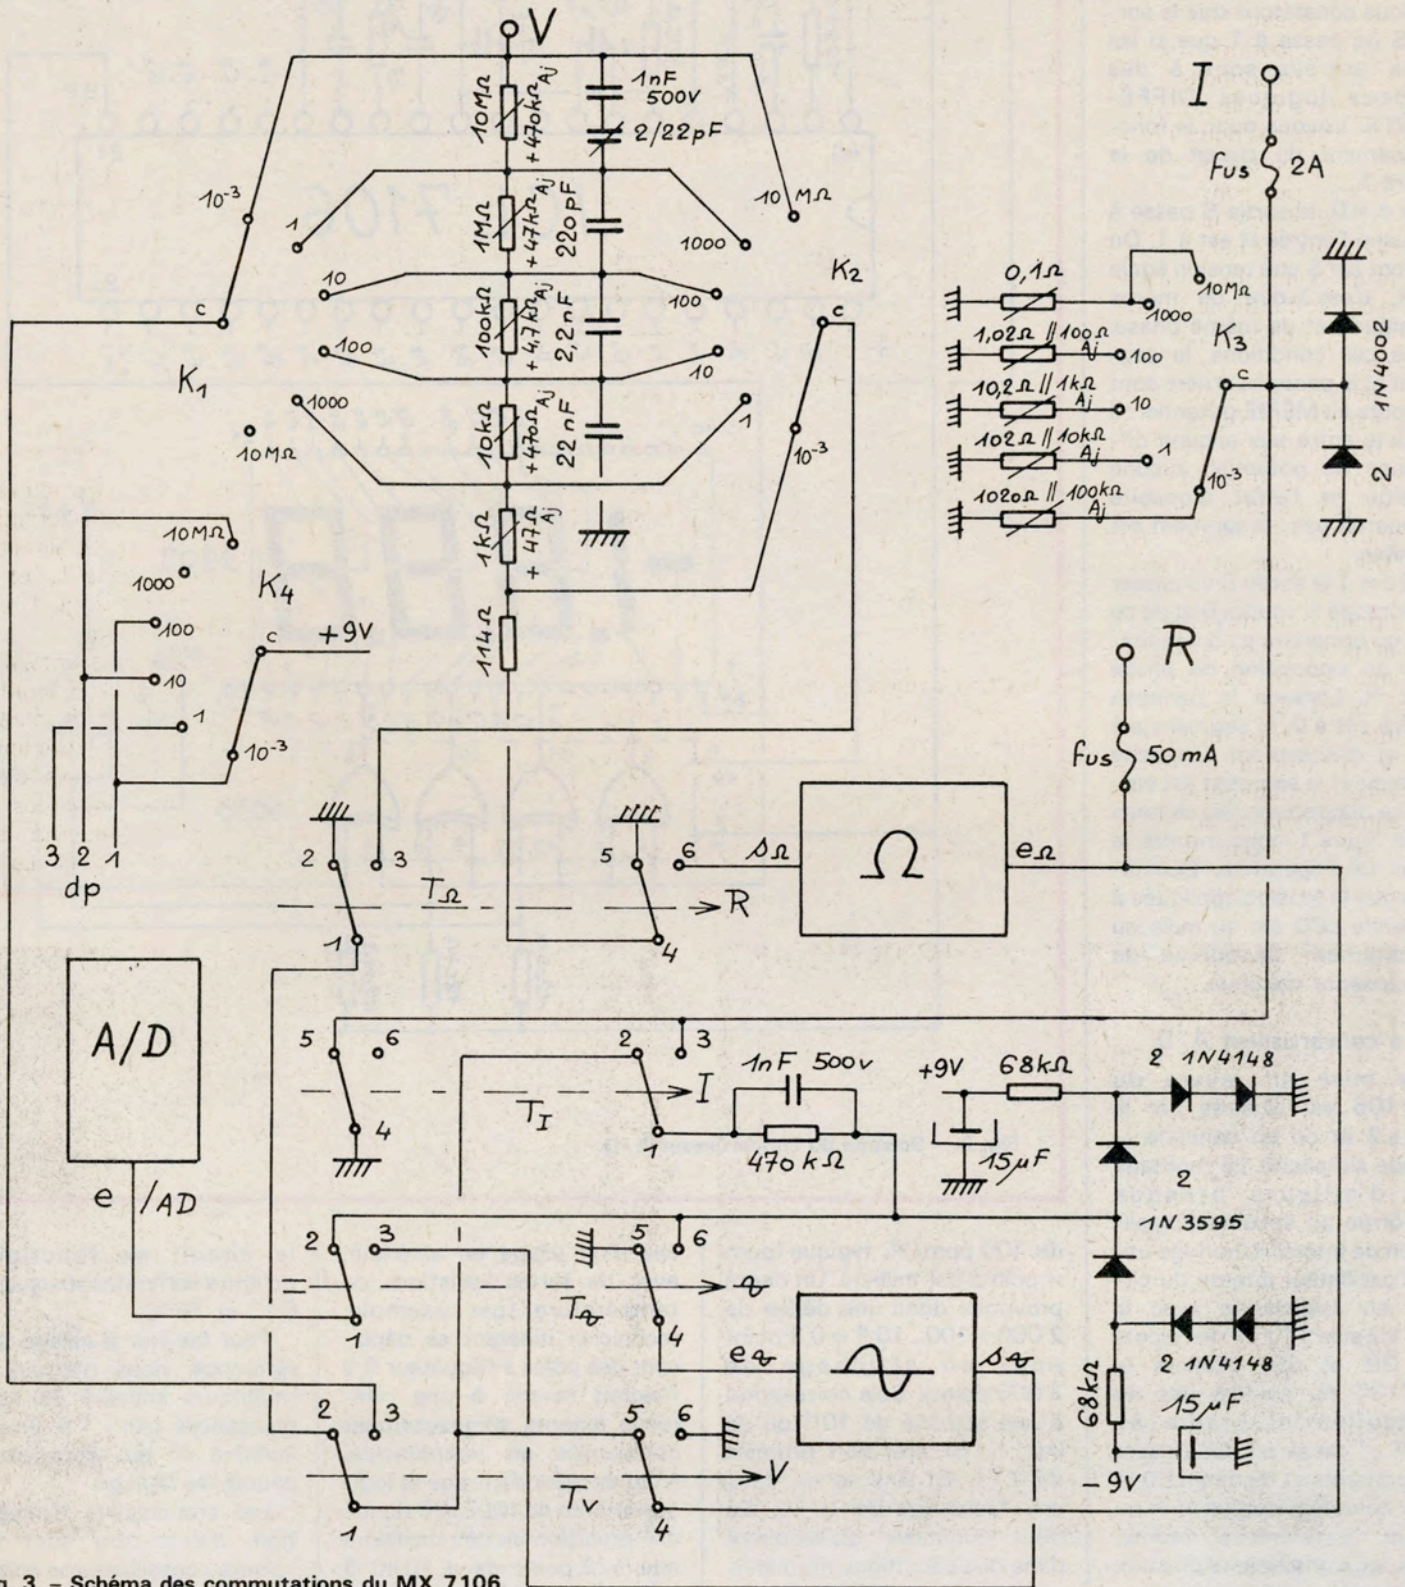

Fig. 3. - Schéma des commutations du MX 7106.
**a) Les commutations :** On en trouve le schéma en figure 3. Comme la disposition est identique à celle des multimètres précédemment décrits, nous renvoyons les lecteurs aux numéros précédents pour